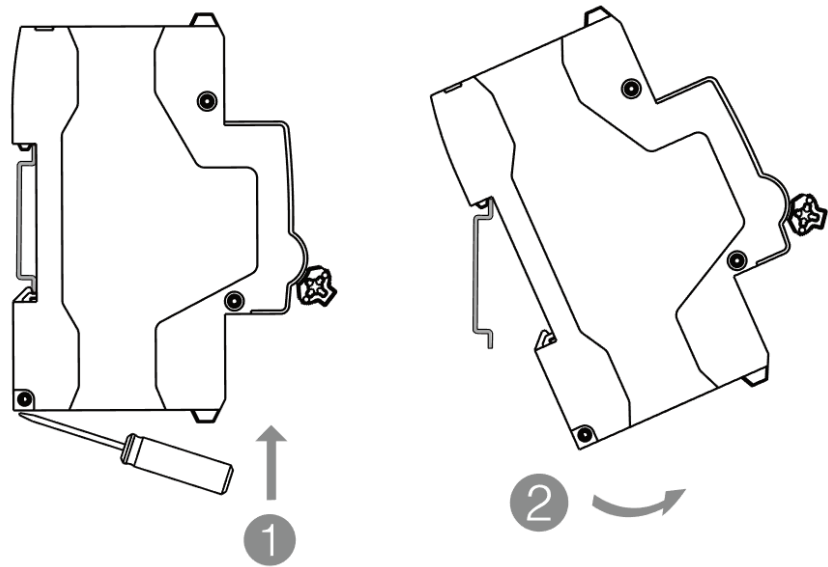

图5 拆卸示意
6.4 适用于铜导线连接，导线选择见表1，接线方式及剥线长度示意如下图5。